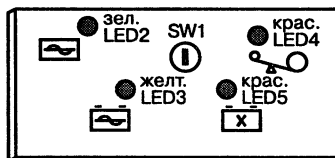

Рис. 3.28. Передняя панель ИБП
Эти модели источников бесперебойного питания (ИБП) отличаются лишь мощностью, отдаваемой в нагрузку (410, 260 и 180 Вт соответственно), и очень близки по исполнению. Также отличие в том, что полевые транзисторы в блоке преобразователя постоянного тока в переменный (DC/AC) этих ИБП присутствуют в количестве 8, 4 или 2 шт. Внешний вид передней панели ИБП приведен на рис. 3.28.
- ♦ отказ мощных полевых транзисторов Q3—Q10 типа IRFZ24 или WC5003 (см. рис. 3.28);